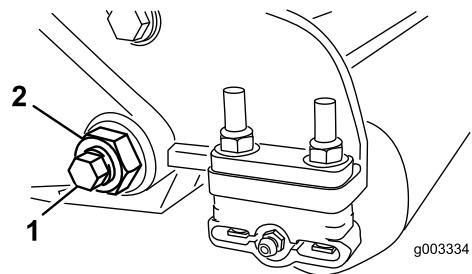
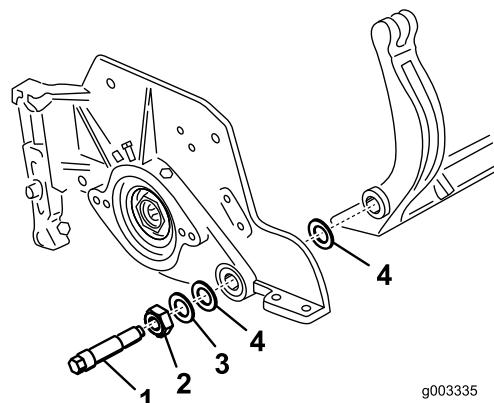

Figura 30
Figura 31
- En cada lado de la máquina, afloje la contratuerca que fija el perno de la barra de asiento (Figura 30).
- Retire cada perno de la barra de asiento, para poder tirar de la barra hacia abajo y retirarla de la máquina (Figura 30). Guarde las 2 arandelas de nylon y la arandela de acero troquelado de cada extremo de la barra de asiento (Figura 31).
- Fije la barra de asiento a cada chapa lateral con los pernos de la barra (con tuercas en los pernos) y las 6 arandelas. Debe colocarse una arandela de nylon en cada lado del saliente de la chapa lateral. Coloque una arandela de acero por fuera de cada arandela de nylon (Figura 31). Apriete los pernos de la barra de asiento a 37-45Nm. Apriete las contratuercas hasta que la arandela de acero exterior deje de girar, y la holgura quede eliminada, pero no apriete demasiado ni desvíe las chapas laterales. Las arandelas del interior pueden tener cierta holgura.